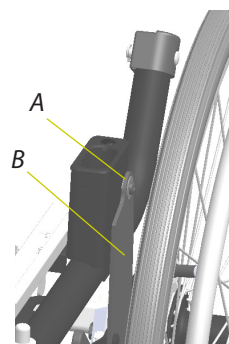

Bild 2
4. Lossa balansplåtsskruvarna helt (A, bild 2).
5. Bänd försiktigt ut ena balansplåten (B) så att sitsramen kan lyftas ur. Var försiktig när sitsramen tas loss då klämrisk föreligger samt att vajrar kan skadas.